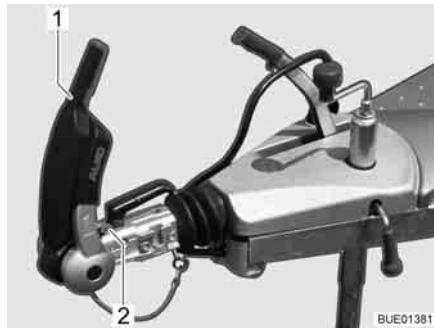

Fig. 121 Indicatore guarnizioni di attrito davanti e dietro
- Aprire la maniglia di stabilizzazione (Fig. 121,1).
Il controllo avviene mediante l'indicatore che si trova davanti alla maniglia del gancio (Fig. 121,2).